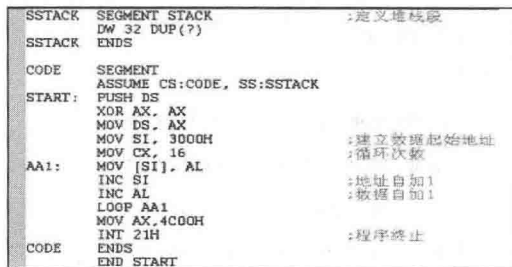

图 1.1.3 编写实训程序界面
4) 编写实训程序,如图 1.1.3 所示,然后保存,此时系统会提示输入新的文件名,输完后单击“保存”。